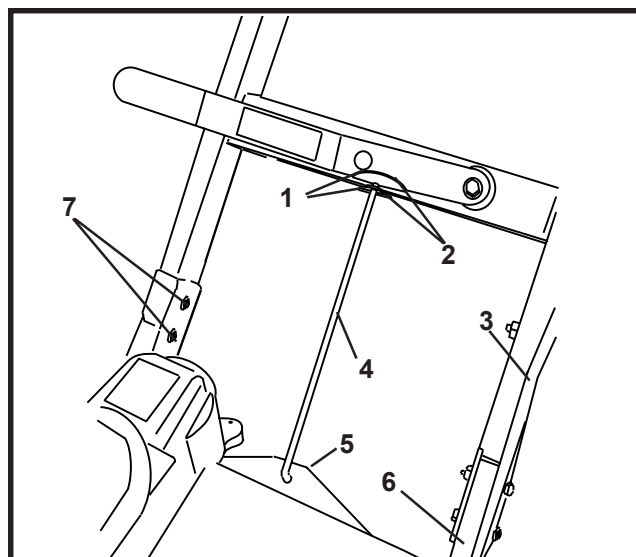

FIGURE 1
4. A l'aide des quatre (4) vis, des rondelles plates et des écrous, fixez la barre du guidon supérieure à la barre du guidon inférieure. Voir la Figure 1.
5. Fixez la tige de réglage de position sur la console des barres du guidon inférieure et supérieure. Voir la Figure 1.